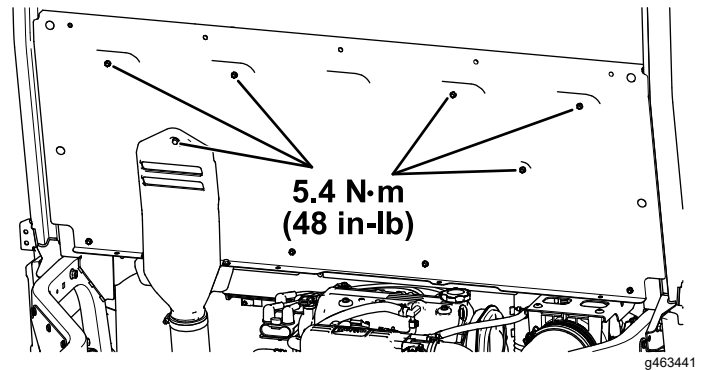

Figura 30
- H. Apriete los 5 pernos de cabeza hexagonal con arandela prensada ($\frac{1}{4}'' \times \frac{3}{4}''$) y el perno cautivo conectado a la cubierta de admisión de la CVT a 5.4 N·m (48 pulgadas-libra), como se muestra en la Figura 30.